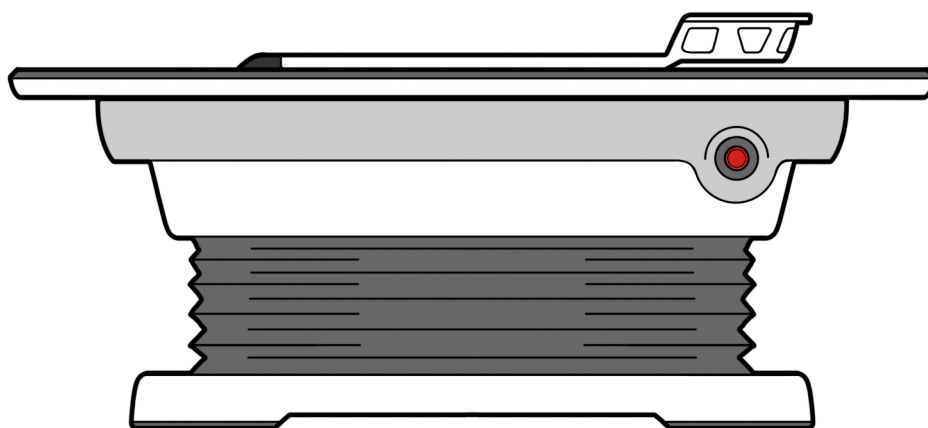

Рис. 1
3. Поместите устройство для иммобилизации при стереотаксической радиохирургии Encompass™ (RT-4600-01-MRI) на стол для МРТ (рис. 1).